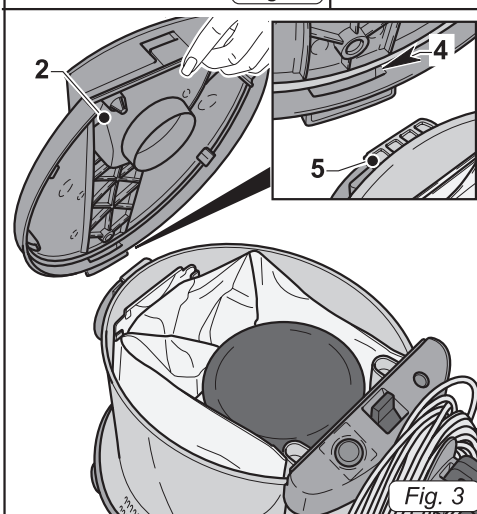

Fig. 3
- Volver a poner la tapa (2 Fig. 3) introduciendo la ranura (4 Fig. 3) en la lengüeta (5 Fig. 4) del bidón; luego presione hacia abajo hasta sentir el clic de enganche.